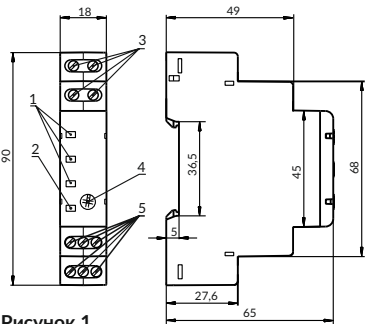

Рисунок 1
- 2) Регулятором **Toff(sec)** (поз.4 рис. 1) встановіть час спрацьовування захисту по перекосу фаз.